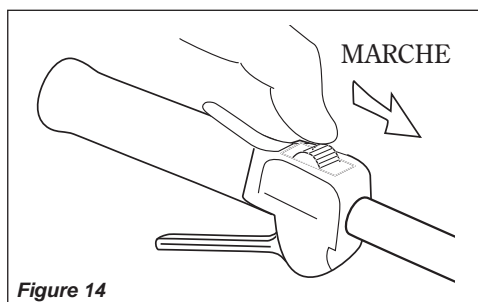

Figure 14
1. Glisser l'interrupteur d'allumage sur la position « I » (MARCHE). Voir figure 14.